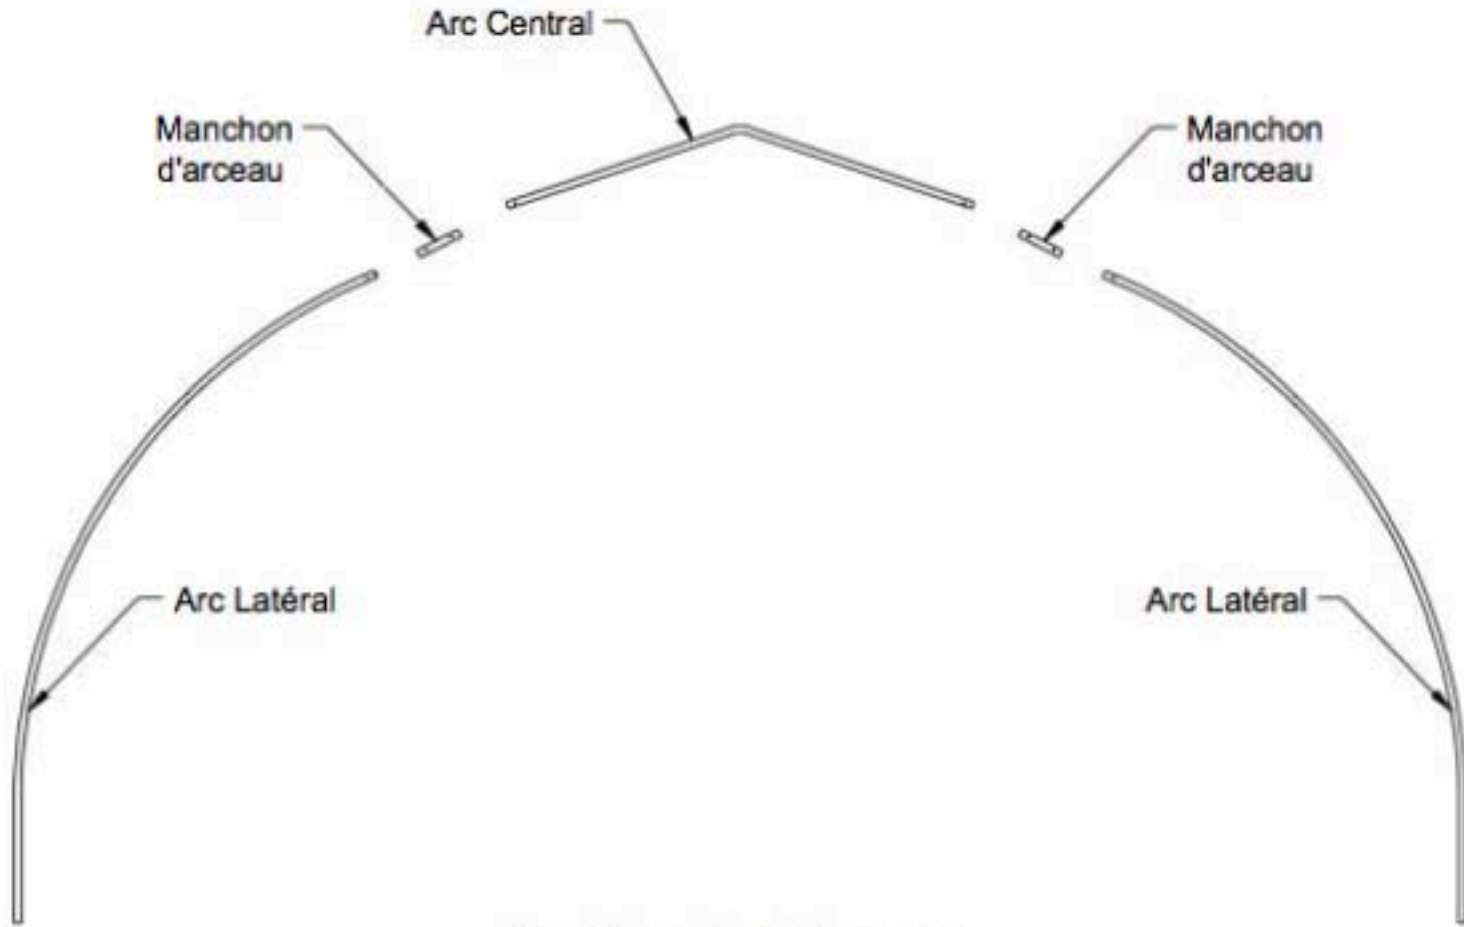
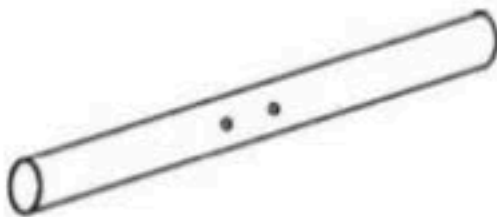
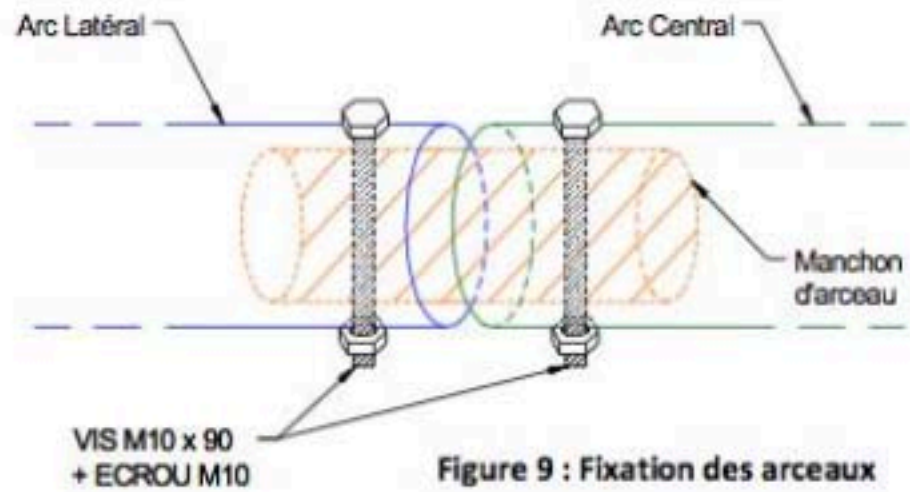

Figure 7 : montage d'un arceau
Figure 8 : Manchon d'arceau
Figure 9 : Fixation des arceaux
- e) De chaque côté d'un arc central (Fig.7), insérer un manchon d'arceau (Fig.8). Bloquer les manchons avec des vis M10 x 90TE. Emboîter un arc latéral du côté sans le renfort sur chaque manchon et les bloquer avec une vis M10 x 90TE. Serrer les vis M10 x 90 TE à l'aide des écrous M10 de manière à fixer l'ensemble (Fig.9).